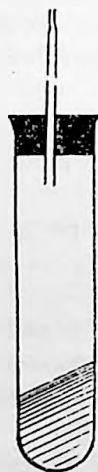

Fig. 63.
**Exp.** Punem pe fundul unei epubrete cam o linguriță de praf de carbură de aluminiu și turnăm apă până se acoperă. Astupăm epubreta cu un dop, prin care străbate un tub subțire terminat în afară printr'un vârf ascuțit. Încălzim epubreta la o flacără și observăm că se produce înăuntrul ei o fierbere, datorită gazului care iese (Fig. 63). În timp ce încălzim, apropiem un chibrit aprins de gura tubului și vedem că se produce o flacără palidă, care se menține tot timpul cât încălzim epubreta. Înainte de a aprinde gazul ce iese pe gura tubului n'am observat nimic, ceea ce dovedește că acest gaz nu are culoare, nici gust și nici miros.